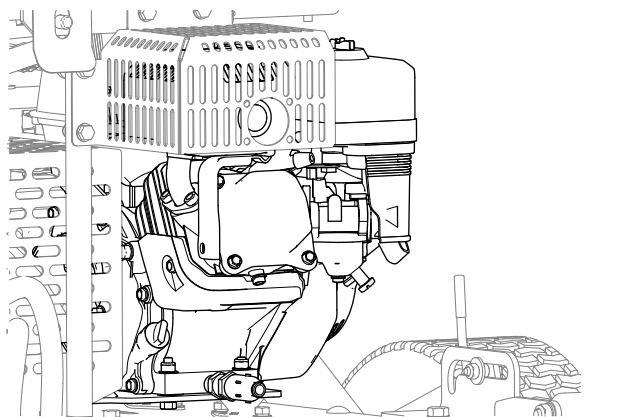

Figura 42
4. Elimine la suciedad y los residuos del motor y de las aletas de refrigeración del motor (Figura 42).